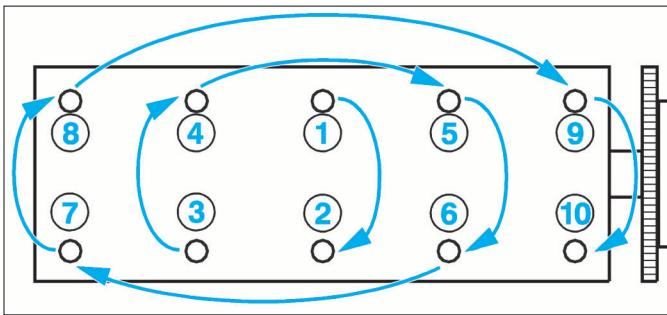

FIG. 49
- Serrer les vis de culasse en respectant l'ordre et le couple de serrage prescrit (Fig.49).